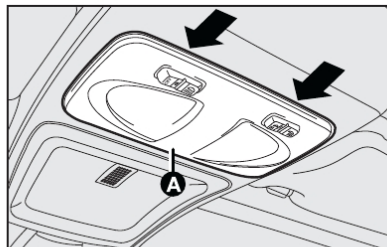

fig. 39
- 1) com uma chave de fenda nos pontos indicados **fig. 39**, remover o conjunto da luz interna montada a pressão pelas travas;